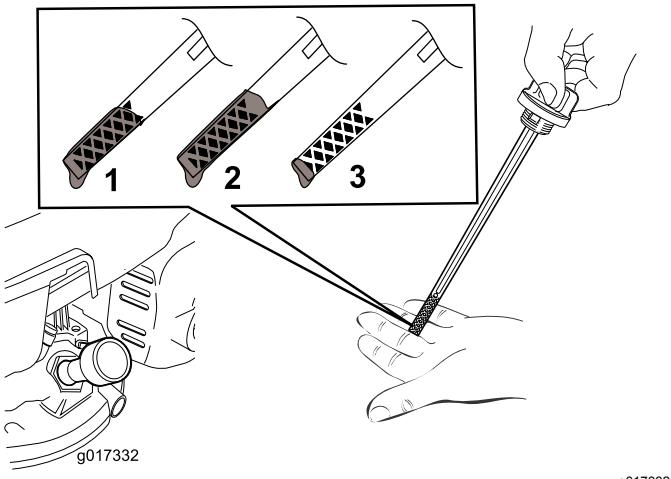

Рисунок 12
5. Для того, чтобы правильно определить уровень масла на масломерном щупе, см. Рисунок 12.
Примечание: Заливайте масло в картер двигателя до достижения требуемого уровня по масломерному щупу, как показано на Рисунок 12. В случае перелива слейте некоторое количество масла из двигателя, как описано в Замена масла в двигателе (страница 18).